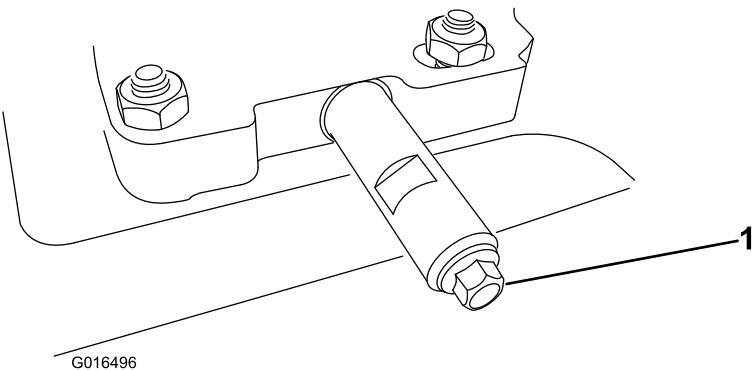

Figure 49
- 1. Nettoyez la surface autour du bouchon de vidange d'huile (Figure 49).